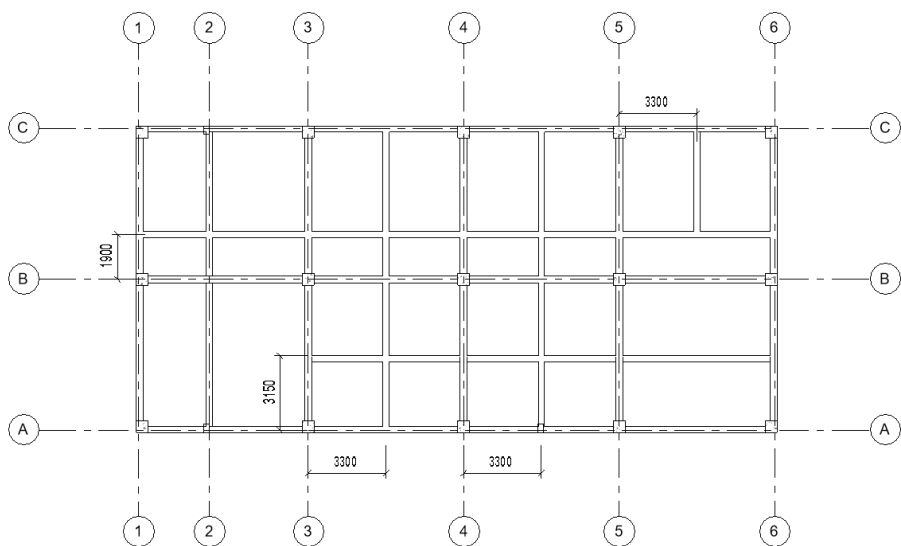
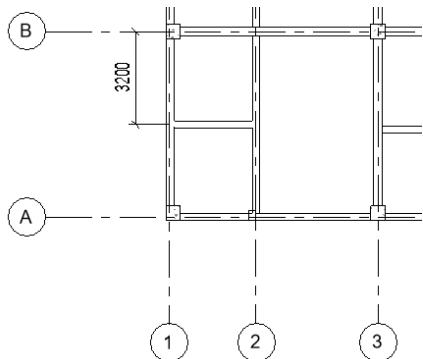

图 15-53 绘制“250×500mm”梁
图 15-54 绘制“250×400mm”梁 (1)
(8) 根据轴网和柱,在如图 15-53 所示的位置绘制“250×500mm”梁。
(9) 单击“结构”选项卡“结构”面板“梁”按钮,在“属性”选项板中单击“编辑类型”按钮,打开“类型属性”对话框,单击“复制”按钮,打开“名称”对话框,输入“名称”为“250×400mm”,单击“确定”按钮,返回“类型属性”对话框,更改“b”为“250.0”,“h”为“400.0”,其他采用默认设置,单击“确定”按钮。
(10) 根据轴网和柱,在如图 15-54 所示的位置绘制“250×400mm”梁。